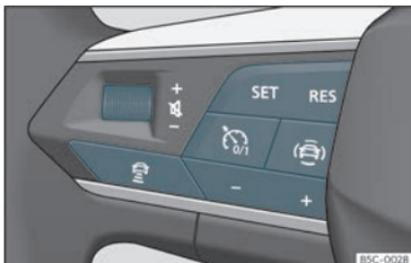

Fig. 156 Sur le volant multifonction : touches de manipulation de l'ACC
Votre véhicule dispose d'ACC s'il dispose du menu de configuration dans le système d'infodivertissement >>> page 97, et s'il dispose des boutons de la fonction ACC sur le volant multifonction >>> fig. 156
- Pour commencer le réglage, appuyez sur le bouton **SET** >>> **fig. 156**.
Pour programmer la vitesse, appuyez sur les boutons + ou - >>> **fig. 156** jusqu'à la vitesse souhaitée. Le réglage de la vitesse s'effectue par intervalles de 10 km/h (5 mph).
- Appuyez sur le bouton  puis sur le bouton + ou - >>> **fig. 156**.